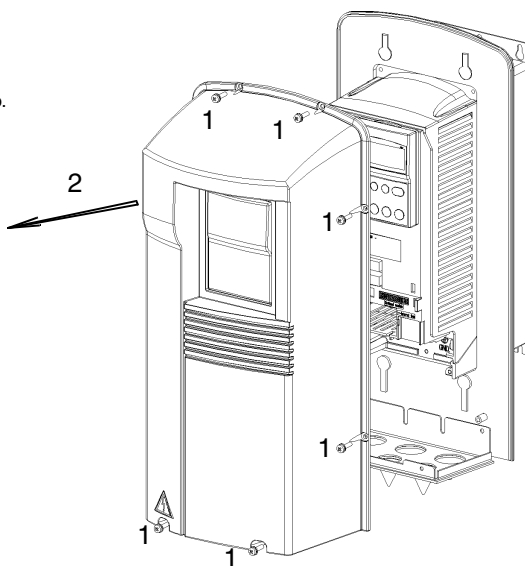

Figura 10 Abertura dos conversores de frequência tipo IP 54 / NEMA1.
- 1 Retire a tampa da frente, ver Figura 10.